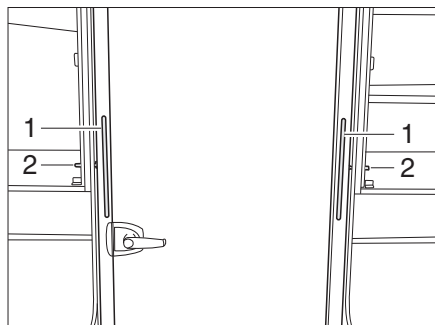
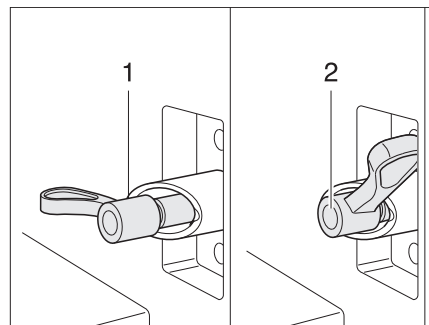

Fig. 237 Cabinet de toilette, poussé à l'intérieur
Fig. 238 Verrouillage cabinet de toilette
- Ouvrir les portes de la penderie des deux côtés du cabinet de toilette (Fig. 237).
- Faire faire un demi-tour aux verrous à ressort (Fig. 237,2) des deux côtés. La partie longue du levier de verrouillage doit se trouver à l'endroit le plus élevé de la douille en biseau (Fig. 238,1).
- Tirer à fond le cabinet de toilette sans le coincer par les poignées (Fig. 237,1).
- Refaire faire des deux côtés un demi-tour au verrou à ressort en sens inverse et le faire s'enclencher (Fig. 238,2).
- Pousser à fond le cabinet de toilette sans le coincer par les poignées (Fig. 237,1).
- Refaire faire des deux côtés un demi-tour au verrou à ressort en sens inverse et le faire s'enclencher (Fig. 238,2)